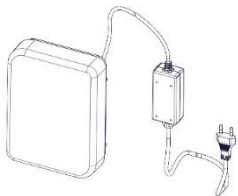

Figure 3
4. Fermez le couvercle (voir Figure 3).